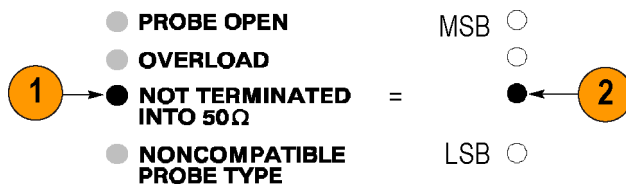

Рис. 27: Интерпретация кодов ошибок
3. Для отображения четырехзначного двоичного кода ошибки используются четыре светодиодных индикатора ошибок, расположенные над переключателем ON/STANDBY (включение/ожидание). (См. рис. 27 на странице 47.) Значения кодов ошибок приведены в таблице. (См. таблицу 7 на странице 48.)
2. Четырехразрядный двоичный код (0010) указывает код ошибки 2: ошибка нулевого уровня в цепи смещения по постоянному току. (См. рис. 27.)